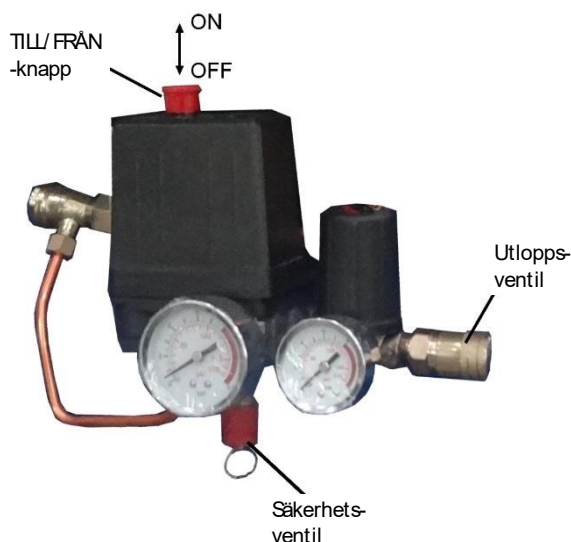

Fig. 2
7. Öppna utloppsventilen, ställ tryckströmställarens vrid i läge TILL (Fig. 2). Låt kompressorn arbeta obelastad i 10 minuter för att säkerställa smörjning av de rörliga delarna innan den tas i normalt bruk.